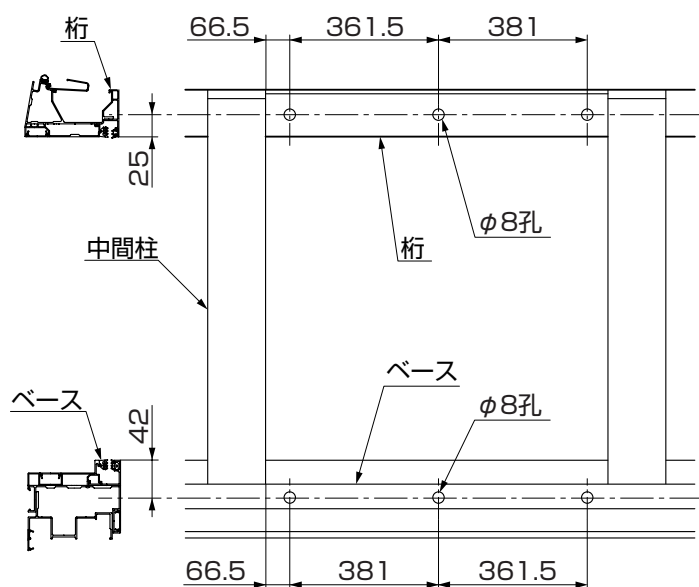
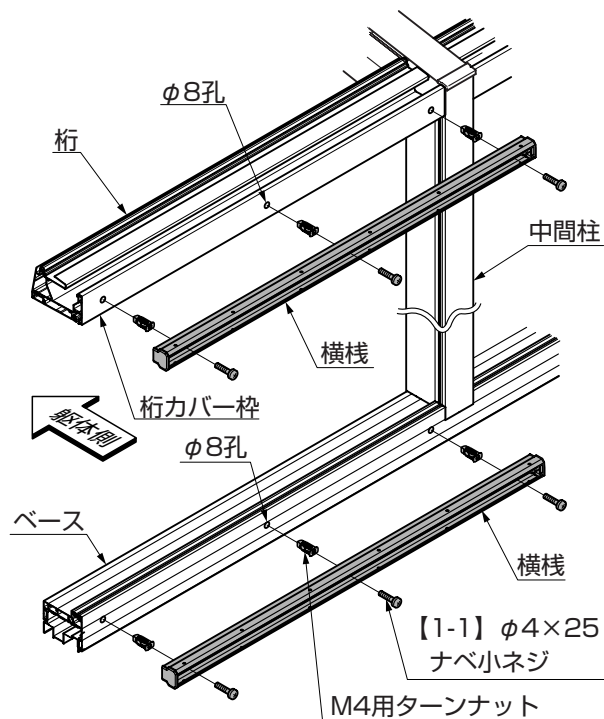

図2-1
図2-2
- ①ベースと桁カバー枠にφ8の孔をあけてください。(図2-1、図2-2参照)
- ②横棧を桁カバー枠とベースに「M4用ターンナット」と【1-1】で取付けてください。(図2-2参照)